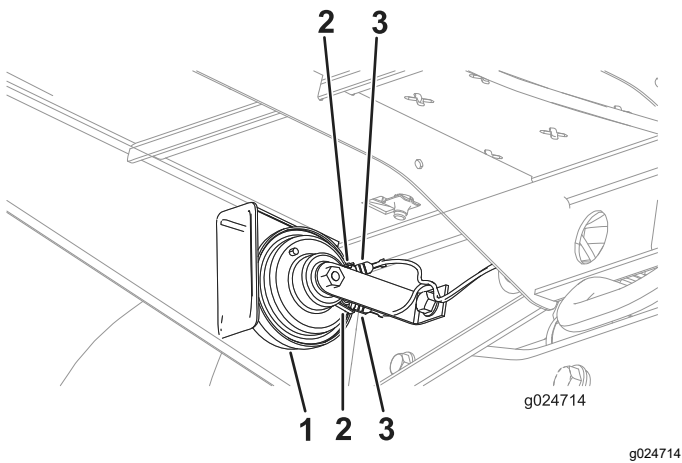

Figura 10
4. Conecte la pata del arnés de cables que tiene 2 terminales a los 2 terminales del claxon (Figura 10).